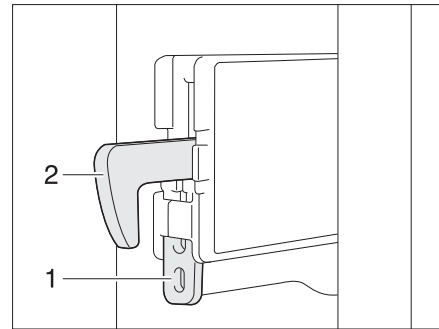

Fig. 325 Fissaggio del gancio di bloccaggio
- Spingere il dispositivo di fissaggio (Fig. 325,1) verso l'alto. Spingere il gancio di bloccaggio (Fig. 325,2) verso l'alto, disinserendolo.
- Spingere il gancio di bloccaggio (Fig. 325,2) verso il basso. Il gancio di bloccaggio è di nuovo inserito.